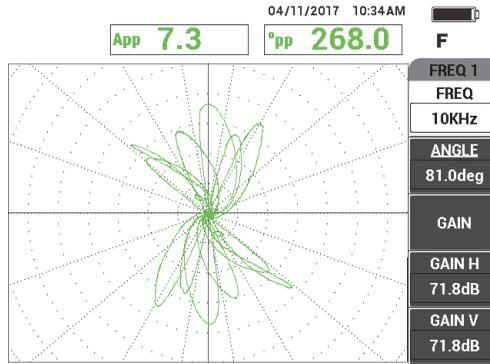

Figure 5-165 Balayage du tube entre l'anneau d'appui et le trou débouchant
10. Balayez le tube entre l'anneau d'appui et le trou débouchant de 1,3 mm pour vérifier l'étalonnage de la fréquence 1 (voir la Figure 5-165 à la page 261).